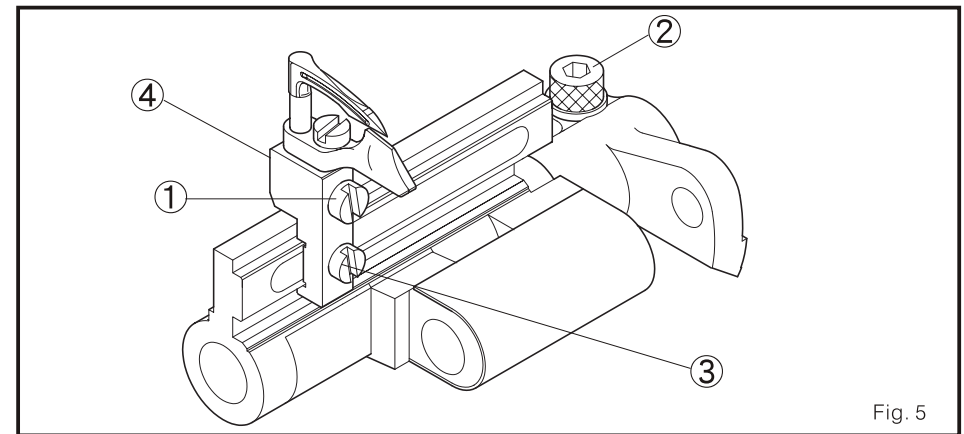

Fig. 5
1. Insere o looper no apoio do looper, depois fixe o um pouco o parafuso 1 (Fig. 5)
4. Fixe novamente o parafuso 1. (Fig. 5)
6. Quando fique ajustado, solte o parafuso 3 e mova o apoio do looper 4 esquerdo para confirmar as características antes descritas. Então fixe o parafuso 3. (Fig. 5)
2. Para ajustar, por favor, solte os parafusos fixos 2 da barra do apoio guia do looper. Mover o apoio do looper de atrás para diante para ajustar, e fixar fortemente o parafuso 2. (Fig. 5)